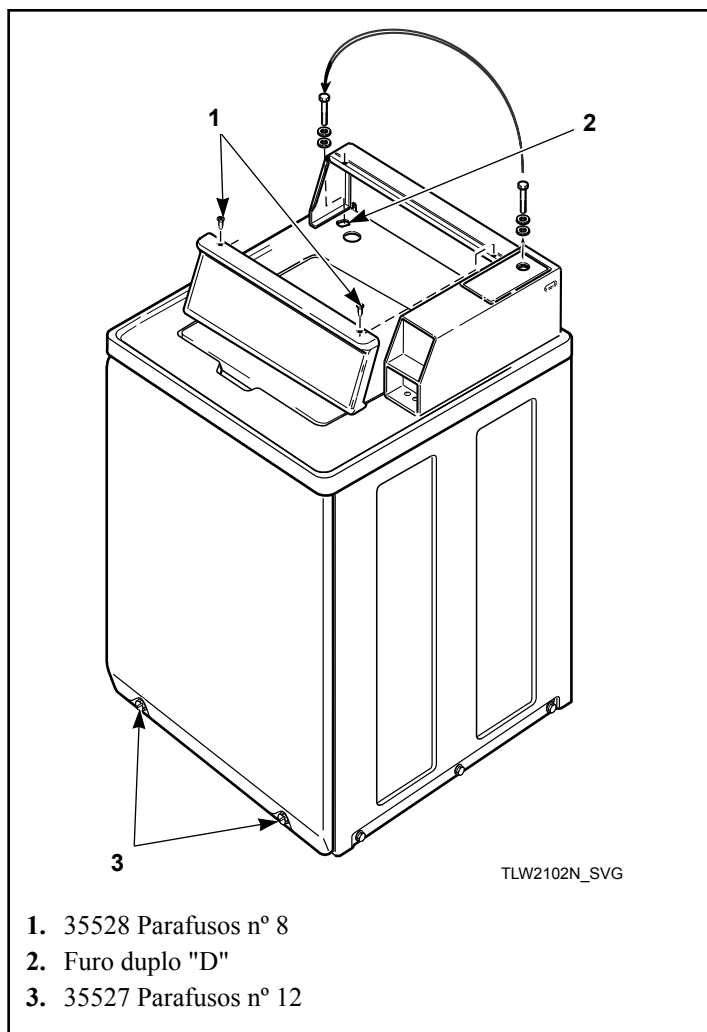

Figura 12
1. Remova o parafuso Phillips da porta de manutenção (consulte a Figura 12).